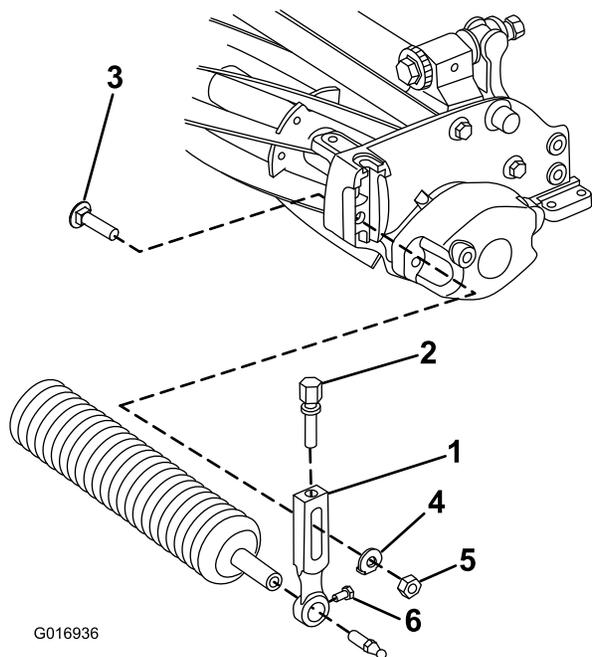

図 3
- 刈高アーム左右のどちらか1本をカッティングユニットのサイドプレート固定しているプラウボルト、ワッシャ、フランジナットを外す **図 3**。
- 刈高アームについているローラ取り付けねじをゆるめる **図 3**。
- カッティングユニットの反対側で、刈高アームにローラシャフトをはめ込む **図 3**。
- 刈高アームをローラシャフトにはめ込む **図 3**。
- 先ほど外した刈高アームとボルト・ナットを使って、ローラをカッティングユニットに仮止めする **図 3**。
- 調整ができればローラ取り付けねじを締め付ける **図 3**。